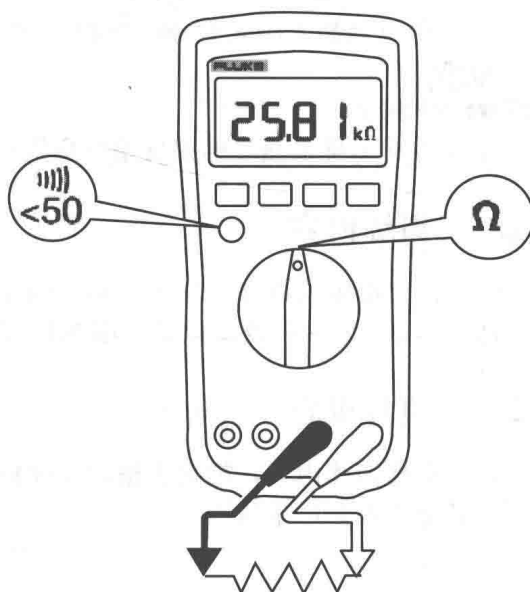

图 1.2.8 测量电阻及通断性
⑥ 测量电阻和通断性测试。Fluke 17B 型万用表测量电阻及通断性的方法如图 1.2.8 所示。